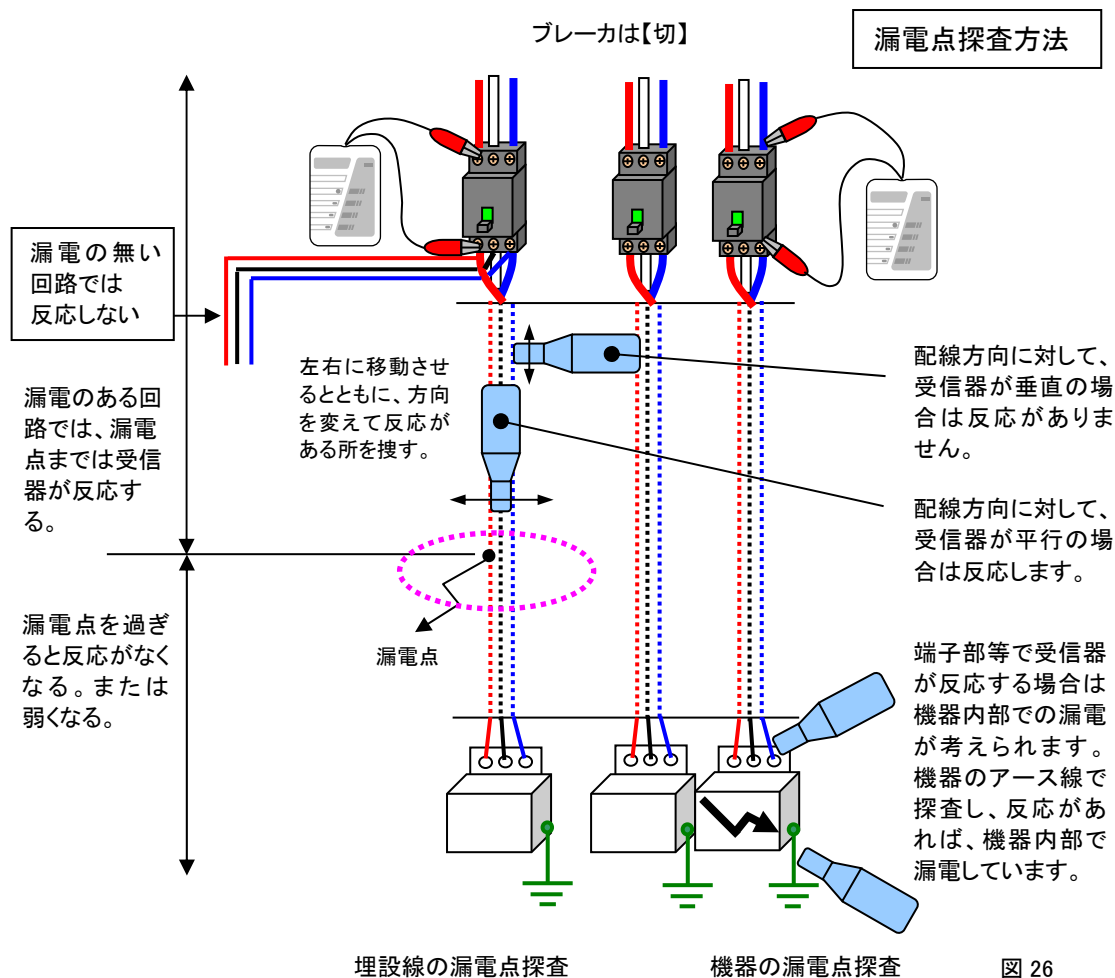

図 26
- (3) 埋設線の漏電点探査の場合は、図 26 のように受信器を壁面、または地表面で左右に動かしながら、受信器が反応する所を捜し探査を進めます。
- (4) 機器の漏電点探査の場合は、図 26 のように機器の端子部電線および、アース線で探査します。